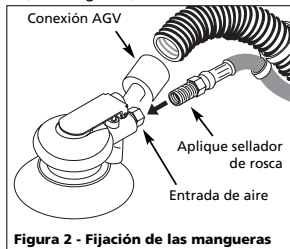

Figura 2 - Fijación de las mangueras
1. Inserte la manguera corrugada grande al vacío en la conexión AGV (ver la Figura 2).
a la entrada de aire (ver la Figura 2).